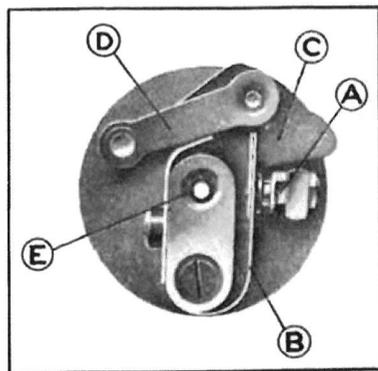

Fig. 313. — Dispositif de rupture.
- 21—Enlever le levier de rupture en dégageant le verrou le maintenant sur le dispositif (fig. 313).